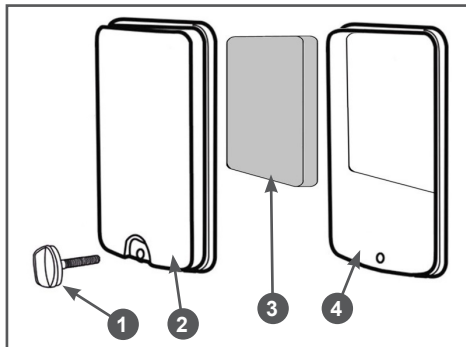

Рис. 18 Обслуживание воздушного фильтра
1. Открутите винт 1 крепления крышки воздушного фильтра и снимите крышку 2 воздушного фильтра (Рис. 18).
2. Извлеките из корпуса 4 воздушного фильтра фильтрующий элемент 3 (Рис. 18).